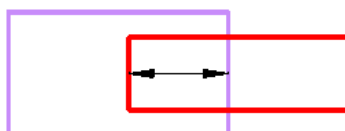

Рисунок 2.3 – Пример правила: перекрытие элементов одного слоя элементами другого слоя
- перекрытие элементов одного слоя элементами другого слоя (Рисунок 2.3);